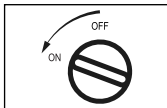

Fig. 4
5. Tournez le bouton dans le sens antihoraire jusqu'à entendre un clic, indiquant que l'étincelle a été générée [Fig. 4].